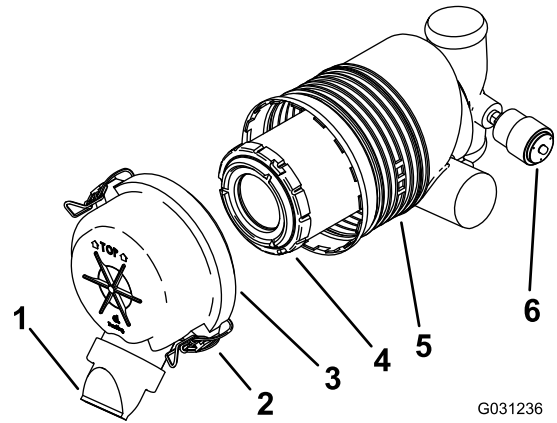

Figure 32
**Important:** Remplacez le filtre à air uniquement quand l'indicateur de colmatage est rouge (Figure 32). Ne remplacez pas le filtre à air plus fréquemment que nécessaire ; cela ne fait qu'accroître le risque de contamination du moteur par des impuretés quand le filtre est déposé.
5. Déverrouillez le filtre à air et détachez le couvercle du boîtier du filtre (Figure 32).
- Si l'indicateur de colmatage est transparent, reposez le couvercle du filtre à air, en orientant le capuchon protecteur vers le bas, et fermez les verrous (Figure 32).
1. Sortez l'élément filtrant du boîtier du filtre à air avec précaution (Figure 32).
3. Posez l'élément filtrant avec précaution (Figure 32).
4. Reposez le couvercle du filtre à air, le capuchon protecteur orienté en bas, et fermez les verrous (Figure 32).